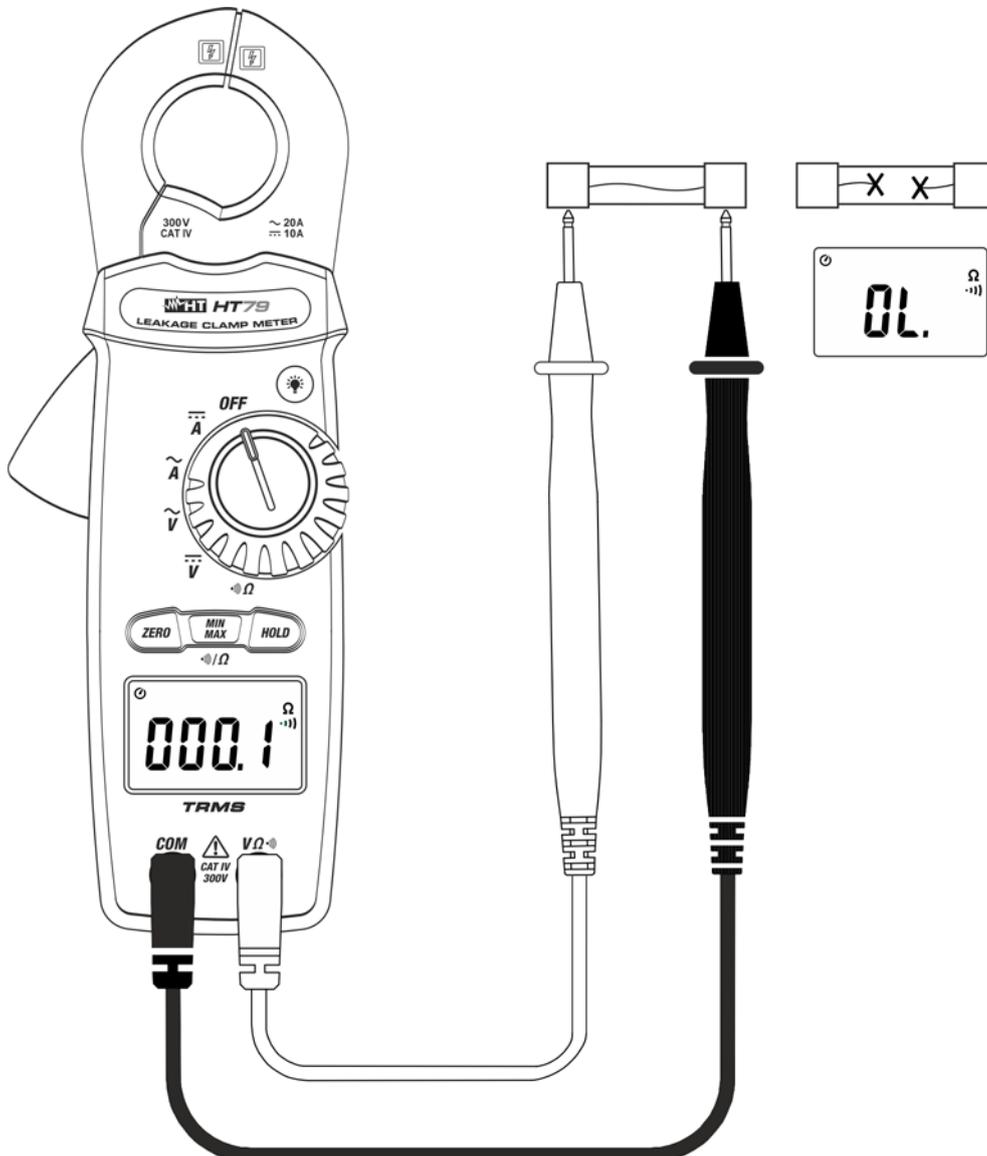

Abb. 7: Verwendung des Gerätes für Durchgangstest
3. Verbinden Sie die rote Messleitung mit der Eingangsbuchse **VΩ** und die schwarze Messleitung mit der Eingangsbuchse **COM** und führen Sie den Durchgangstest des zu messenden Gegenstands durch (siehe Fig. 7). Der Summer ertönt, wenn der Wert des gemessenen Widerstands niedriger als 100 ist. Ω